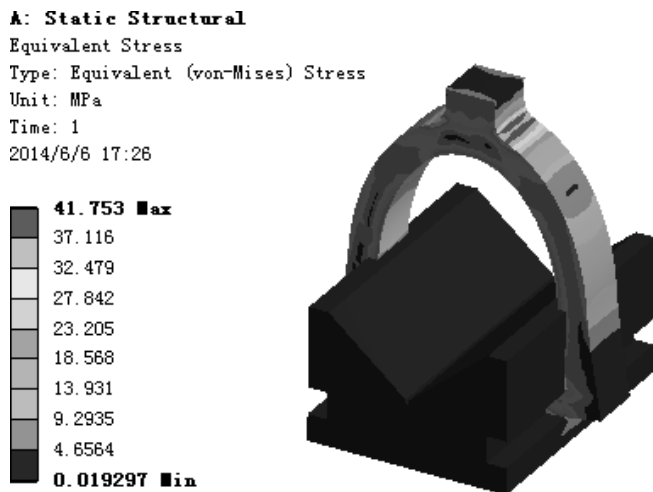

图 7.6.19 应力结果图解
(1) 求解分析。在顶部的工具栏中单击 **Solve** 按钮求解分析。
(2) 查看应力结果图解。在 “Outline” 窗口中选中 **Equivalent Stress**, 查看图 7.6.19 所示的